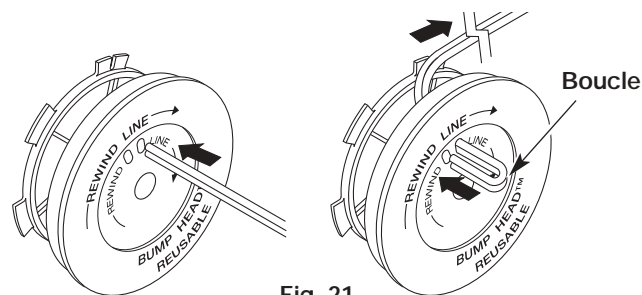

Fig. 21
- Découpez environ 2,5 m (8 pi) de fil neuf. Insérez une extrémité de fil dans l'un des deux trous du moulinet intérieur (Fig. 21). Tirez le fil jusqu'à ne laisser que 10 cm (4 po) environ.
- Insérez l'extrémité du fil dans le trou ouvert du moulinet et tirez sur le fil pour que la boucle soit le plus petit possible (Fig. 21).